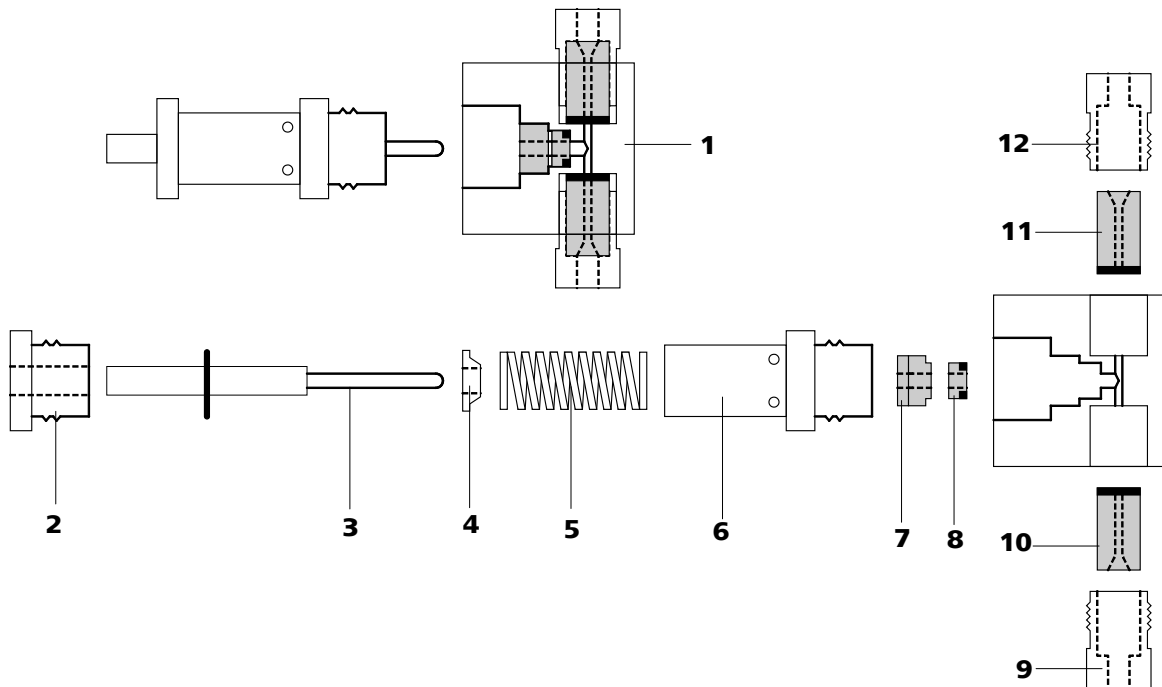

Figura 34 Componentes del cabezal de bomba estándar
- Desmonte el cabezal de bomba (17-4) en sus componentes principales (véase Figura 34, página 70).
Para seleccionar correctamente se debe tener en cuenta que el líquido fluye de abajo hacia arriba por el cabezal de bomba. El sentido de flujo de las válvulas se puede comprobar fácilmente soplando a través de la válvula limpia. Ambas válvulas se montan con el lado frontal negro orientado hacia el cabezal de bomba (véase Figura 34, página 70).
- Vuelva a montar los componentes del cabezal de bomba (17-4) (véase Figura 34, página 70).